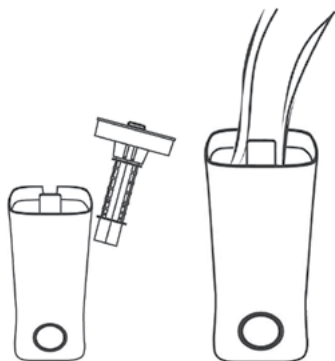

Рис. 2
2. Снимите крышку резервуара и залейте воду в емкость (рис.2). Температура воды не должна превышать 40 градусов.